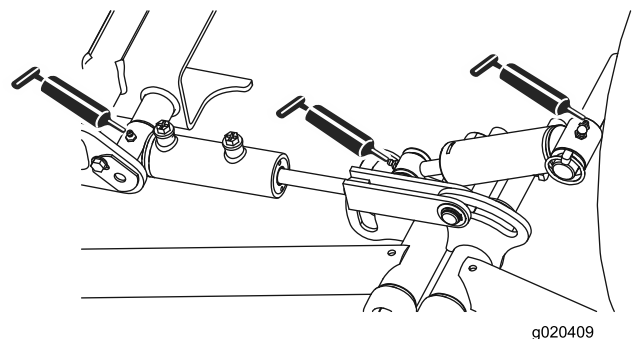

Figure 43
- Pivots de bras de relevage avant et vérins de relevage (x3) (Figure 43)